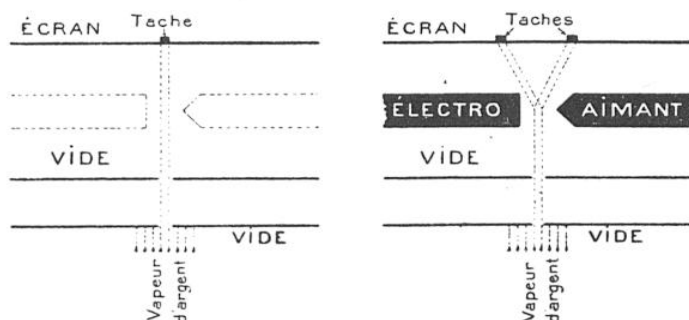

FIG. 3 ET 4. — EXPÉRIENCE DE STERN ET GERLACH (1922)
Dans un domaine fort différent, mais qui s'est montré extrêmement voisin du précédent, la quantification de l'impulsion rotatoire conduit à une conséquence remarquable : l'angle suivant lequel certains atomes s'orientent, par rapport à un champ magnétique extérieur, ne doit pouvoir prendre qu'un petit nombre de valeurs discontinues. Il en est réellement ainsi, comme l'ont montré Stern (Hambourg) et Gerlach (Tübingen) dans des expériences admirables, qui appartiennent aux découvertes les plus importantes de l'époque contemporaine. Stern et Gerlach ont prouvé (fig. 3 et 4), *sans objection possible*, la discontinuité du magnétisme (1) que peuvent prendre les atomes d'argent et qui consiste dans la modifica-
(1) Voir *La Science et la Vie*, avril 1927, pages 288 à 299 : « Qu'est-ce que l'électricité ? Qu'est-ce que le magnétisme ? » notamment la page 295.
De la vapeur d'argent est envoyée à travers deux petits trous. Lorsque l'électroaimant n'est pas excité, il se forme une petite tache sur l'écran (fig. 3) ; dans le cas contraire, on obtient deux taches (symétriques) distinctes et non un étalement de la tache primitive : ce qui prouve que les atomes d'argent ne peuvent s'aimanter que d'une manière discontinue.